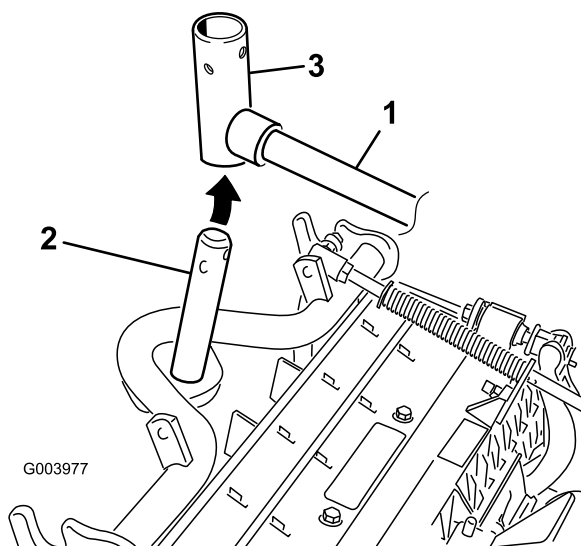

Bild 10
8. Frontschneideeinheiten: Schieben Sie eine Schneideinheit unter den Hubarm und schieben Sie gleichzeitig die Trägerschienenwelle in das Gelenkjoch des Hubarms (**Bild 10**).
- B. Setzen Sie das Hubarmjoch in die Trägerschienenwelle ein (**Bild 10**).